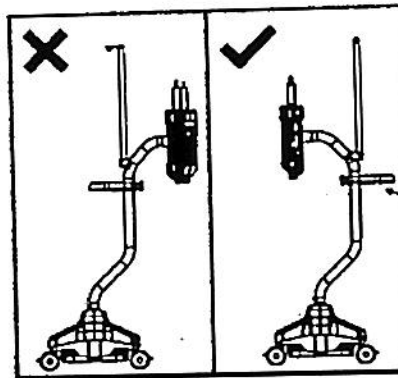

Figura 4 - 3: Traslado del sistema
2. Gire la columna del cabezal del inyector de modo que el cabezal del inyector se apoye sobre la base como se muestra en la Figura 4 - 3.